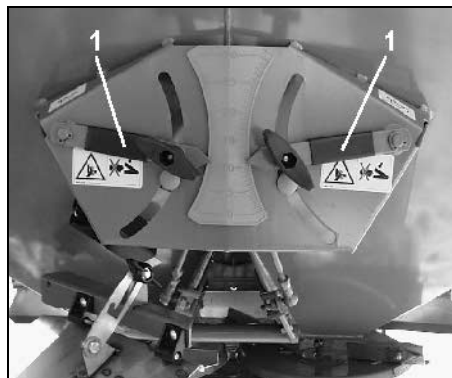

Fig. 59
- Ställ inställningsspakens avläsningskant på skalvärde "11" lås fast inställningsspaken (Fig. 59/1) einstellen.